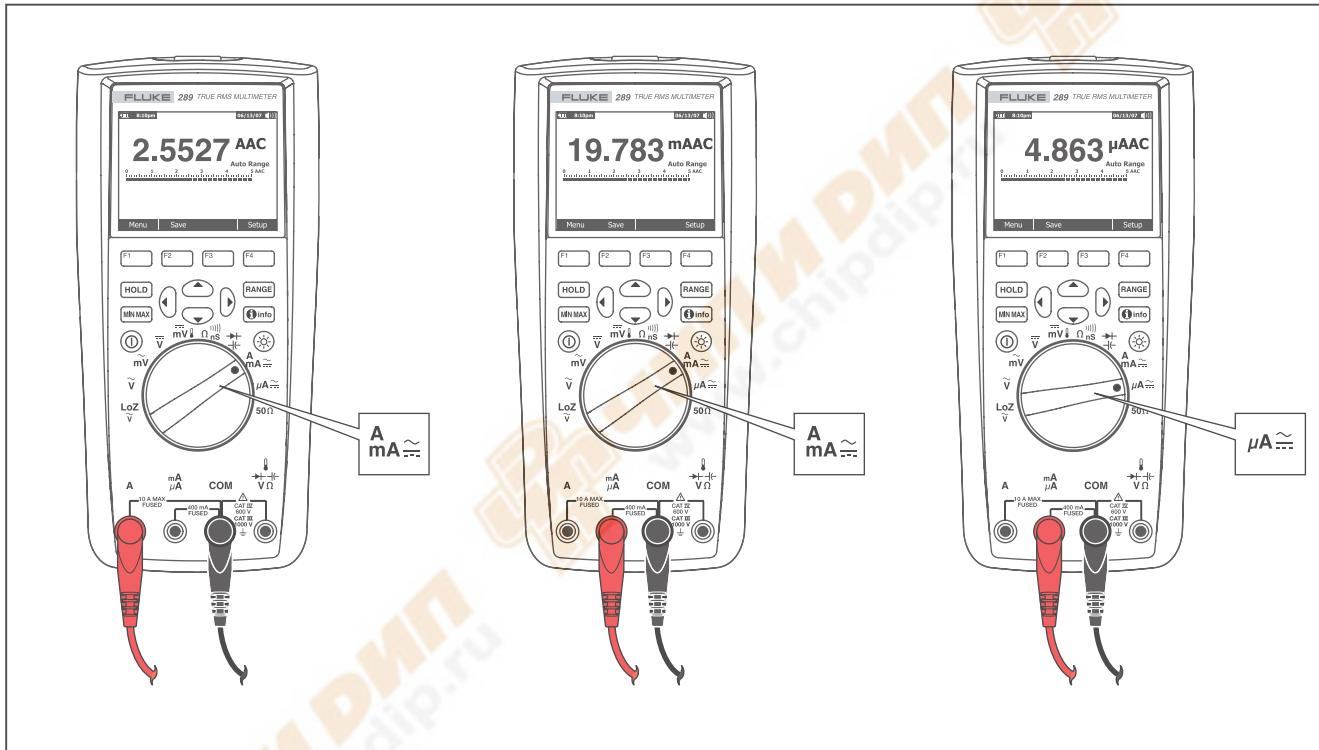

Рисунок 21. Настройка для измерения тока
- Если используется клемма A, установите поворотный переключатель в $\frac{\text{A}}{\mu\text{A}}$. Если используется клемма $\mu\text{A}/\mu\text{A}$, установите поворотный переключатель в положение $\frac{\mu\text{A}}{\mu\text{A}}$ для токов ниже 5 000 μA (мкА) (5 мА) или в положение $\frac{\text{A}}{\mu\text{A}}$ для токов выше 5 000 мкА. См. рисунок 21 для получения информации по подключениям испытательных концов и выбору функций. Обратитесь к разделу “Функция Input Alert” для получения информации по предупреждениям, которые используют измеритель, когда концы при измерении тока подключены неправильно.